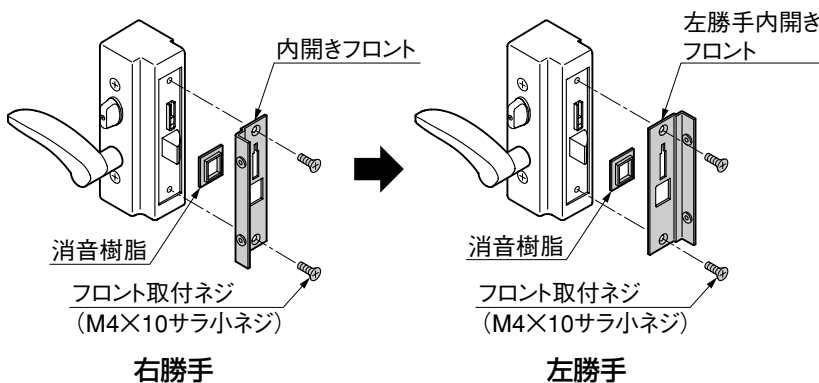

図3-5
③ 右勝手から左勝手に変更する場合は、図3-5にしたがって、フロントを左勝手内開きフロントに付け替えてください。